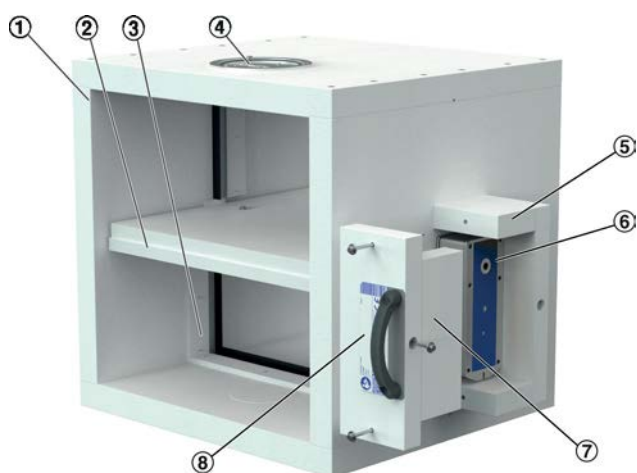

Fig. 4: Serranda antifumo EK2-EU
| 2 Lato di installazione                 | 5 Mantenere libero l'accesso alla unità a incasso dell'attuatore Fig. 4 |
- ① EK2-EU
- ② Controtelaio di montaggio (opzionale)
- ③ Vite per fissaggio
- ④ Guarnizione
- ⑤ Mantenere libero l'accesso alla unità a incasso dell'attuatore Fig. 4
- ⑥ Scatola dell'attuatore
- ⑦ Rivestimento modulo